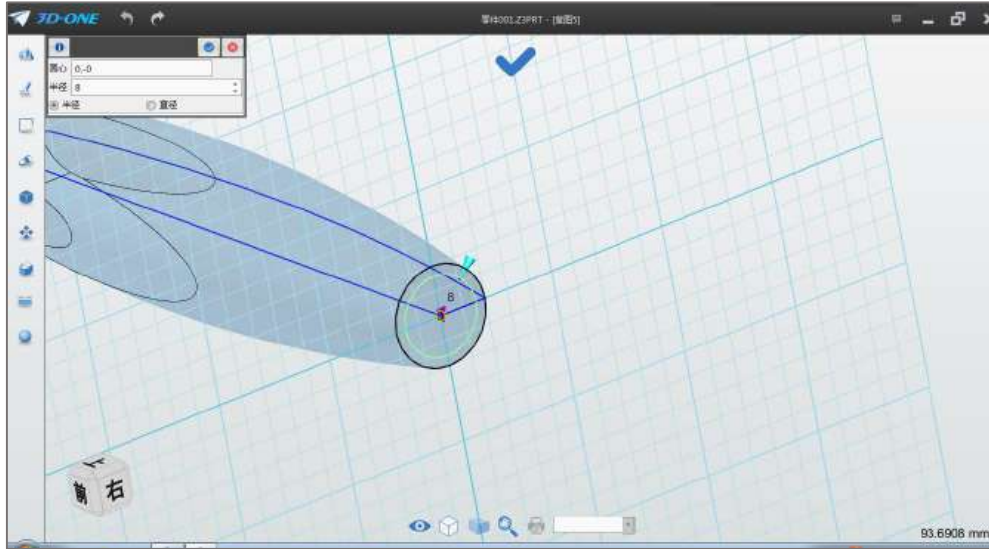

图 2-3
Step 3 点击圆命令，圆心选择参考圆圆心，半径设为 8，如下图 2-3 所示：